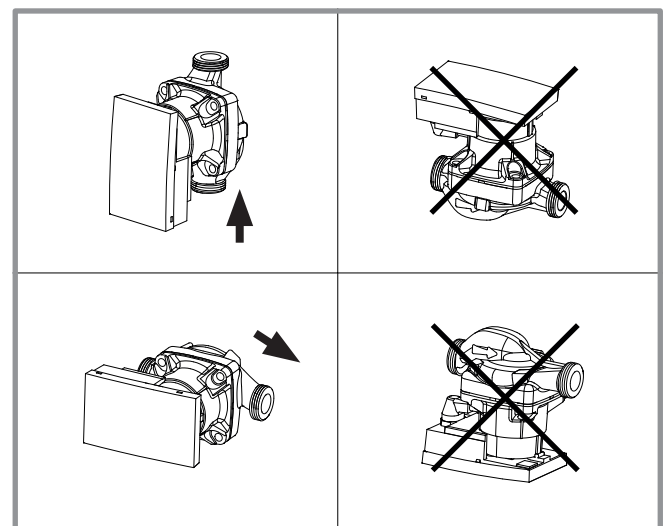

figure 7 - Position autorisée du circulateur
- Le circulateur peut se monter directement sur la voie 2 en utilisant la tuyauterie fournie. Respecter le sens de circulation (figure 7).